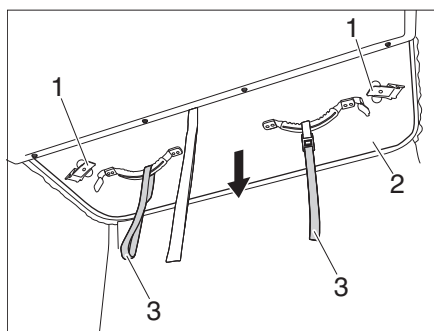
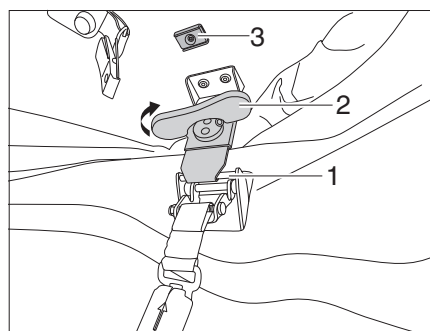

Fig. 40 Abbassamento del tetto sollevabile
Fig. 41 Fissaggio del bloccaggio
- ▷ Verificare che le leve di chiusura (Fig. 40,1) siano fissate in alto ai magneti.
- Controllare che i bloccaggi siano fissati ai magneti (Fig. 41,3).
- Abbassare il tetto sollevabile (Fig. 40,2) tirando per i dispositivi di trazione (Fig. 40,3).
- Staccare la leva di chiusura (Fig. 40,1) dal magnete (Fig. 41,3) e agganciarla nell'elemento di arresto (Fig. 41,1).
- Ruotare la maniglia girevole (Fig. 41,2) del bloccaggio in senso orario fissando il bloccaggio.
- Ribaltare la maniglia girevole (Fig. 41,2) verso l'alto.